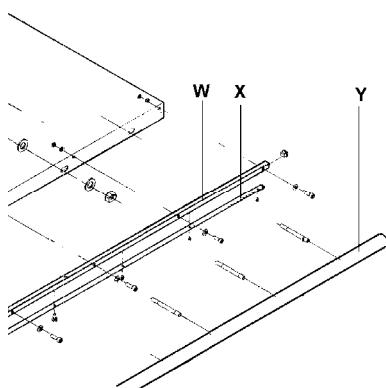

Рис. 4
Установите зубчатую рейку (X, Рис. 4) таким образом, чтобы малое настроенное зубчатое колесо (Y) точно соприкоснулось своими зубьями с ней.